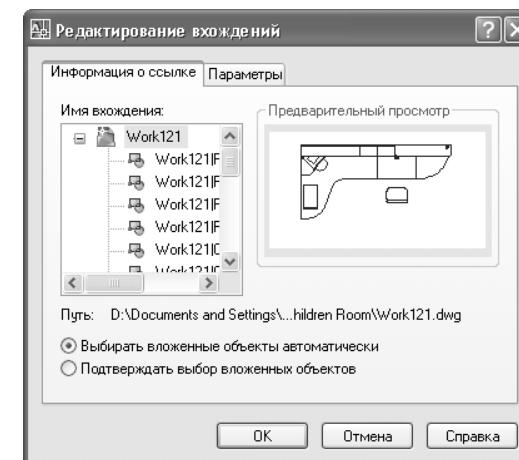

Рис. 12.16 ▼ Диалоговое окно
- В появившемся окне **Редактирование вхождений** (Reference Edit) в списке **Имя вхождения** (Reference name) на вкладке **Информация о ссылке** (Identify Reference) будет выделен файл Work121.dwg, а ниже будут перечислены все экземпляры блоков, вставленные в этот файл. В области предварительного просмотра отображается текущий элемент, выбранный в списке **Имя вхождения** (Reference name). Выберите элемент списка **Work121** (рис. 12.16) и щелкните на кнопке **OK**.